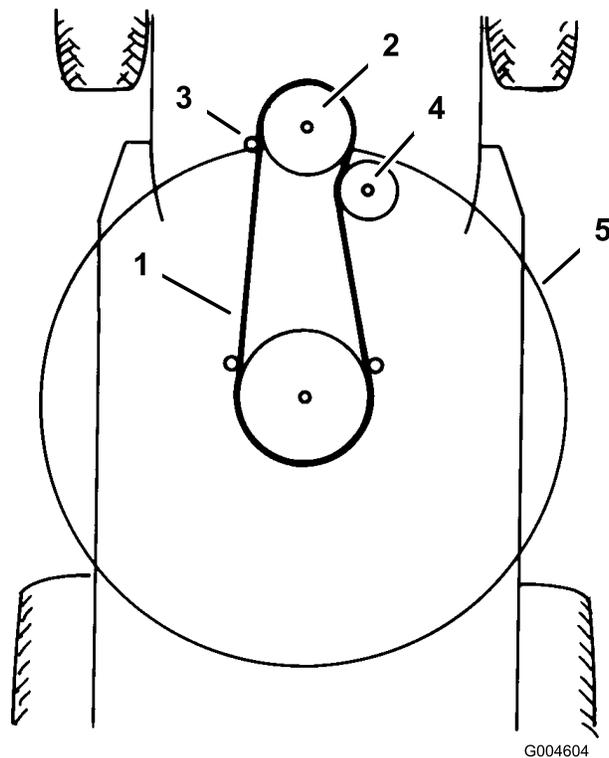

Figure 40
18. Enlevez la courroie d'entraînement du plateau de coupe de la poulie du moteur inférieure (Figure 40).
10. Passez la courroie d'entraînement du plateau de coupe sur la poulie de moteur inférieure (Figure 40).